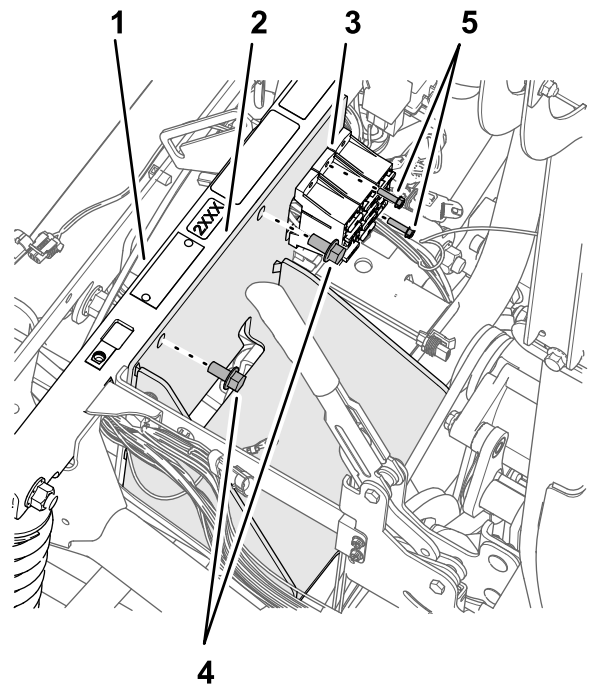

Figure 173
2. Fixez le support de batterie au tube de support amortisseur (Figure 173) à l'aide des 2 boulons à embase ($\frac{3}{8}$ " x $\frac{3}{4}$ ") que vous avez conservés à l'opération 4 de Dépose de la batterie (300 A) et de son support (page 80).
4. Fixez les porte-fusibles au support de batterie (Figure 173) avec le boulon (10"-24 x $\frac{3}{4}$ ") et les écrous (10"-24) que vous avez retirés à l'opération 3 de Dépose de la batterie (300 A) et de son support (page 80).